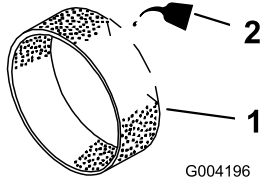

Figure 45
3. Imbibez le préfiltre de 30 à 60 ml d'huile (Figure 45).